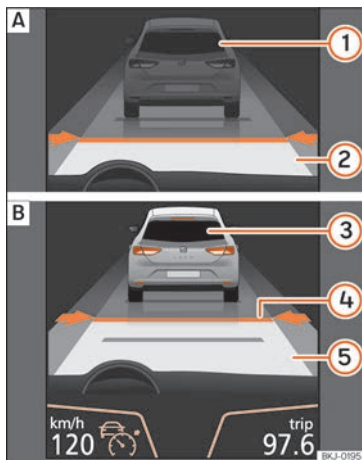
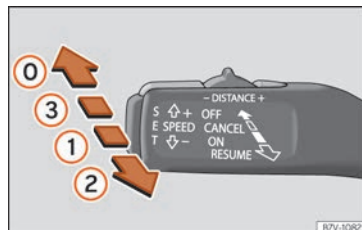
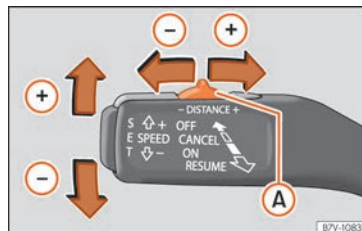

Abb. 262 Im Display des Kombiinstruments: (A) ACC inaktiv (Standby). (B) ACC aktiv.
Abb. 264 Auf der linken Seite der Lenksäule: dritter Hebel für die Betätigung der automatischen Distanzregelung.
Abb. 265 Auf der rechten Seite der Lenksäule: dritter Hebel für die Betätigung der automatischen Distanzregelung.
Bildschirmanzeigen »» **Abb. 262:**
Schalttafel die grüne Kontrollleuchte ein (☺) und auf dem Bildschirm werden die programmierte Geschwindigkeit und der Zustand der ACC angezeigt »» **Abb. 262**.
schwindigkeit des Fahrzeugs einstellen und die ACC aktivieren. Drücken Sie dazu auf die Taste **SET** »» **Abb. 265**. Falls Sie die Geschwindigkeit in Schritten von 1 km/h (0,6 mph) erhöhen oder reduzieren möchten, bewegen Sie den Hebel in die Position ② »» **Abb. 264** bzw. drücken Sie die Taste **SET**.
Die programmierte Geschwindigkeit kann je nach Wunsch während der Fahrt oder bei Fahrzeugstillstand geändert werden. Jegliche Änderungen der programmierten Geschwindigkeit werden unten links am Bildschirm des Kombiinstruments angezeigt »» **Abb. 262**.
Um das Abstandslevel zu erhöhen oder zu reduzieren, drücken Sie den Wippschalter nach rechts/links »» **Abb. 265** (A).
- Um die ACC zu aktivieren, müssen Sie, wenn sich der Hebel in Position ① befindet, die Taste **SET** drücken oder den dritten Hebel der ACC in die Position ② bringen »» **Abb. 264**. In diesem Moment wechselt die ACC-Anzeige am Bildschirm des Kombiinstruments in den Modus Aktiv »» **Abb. 262**.
Um die ACC zu deaktivieren, bewegen Sie den Hebel in die Position ① »» **Abb. 264** (eingarastet). In diesem Moment erscheint der Text **ACC deaktiviert** und die Funktion ist vollständig deaktiviert.
Falls Sie die ACC nicht ausschalten, sondern nur vorübergehend in den inaktiven Modus (Standby) versetzen möchten, bewegen Sie den dritten Hebel in die Position ③ »» **Abb. 264** oder betätigen Sie das Bremspedal.